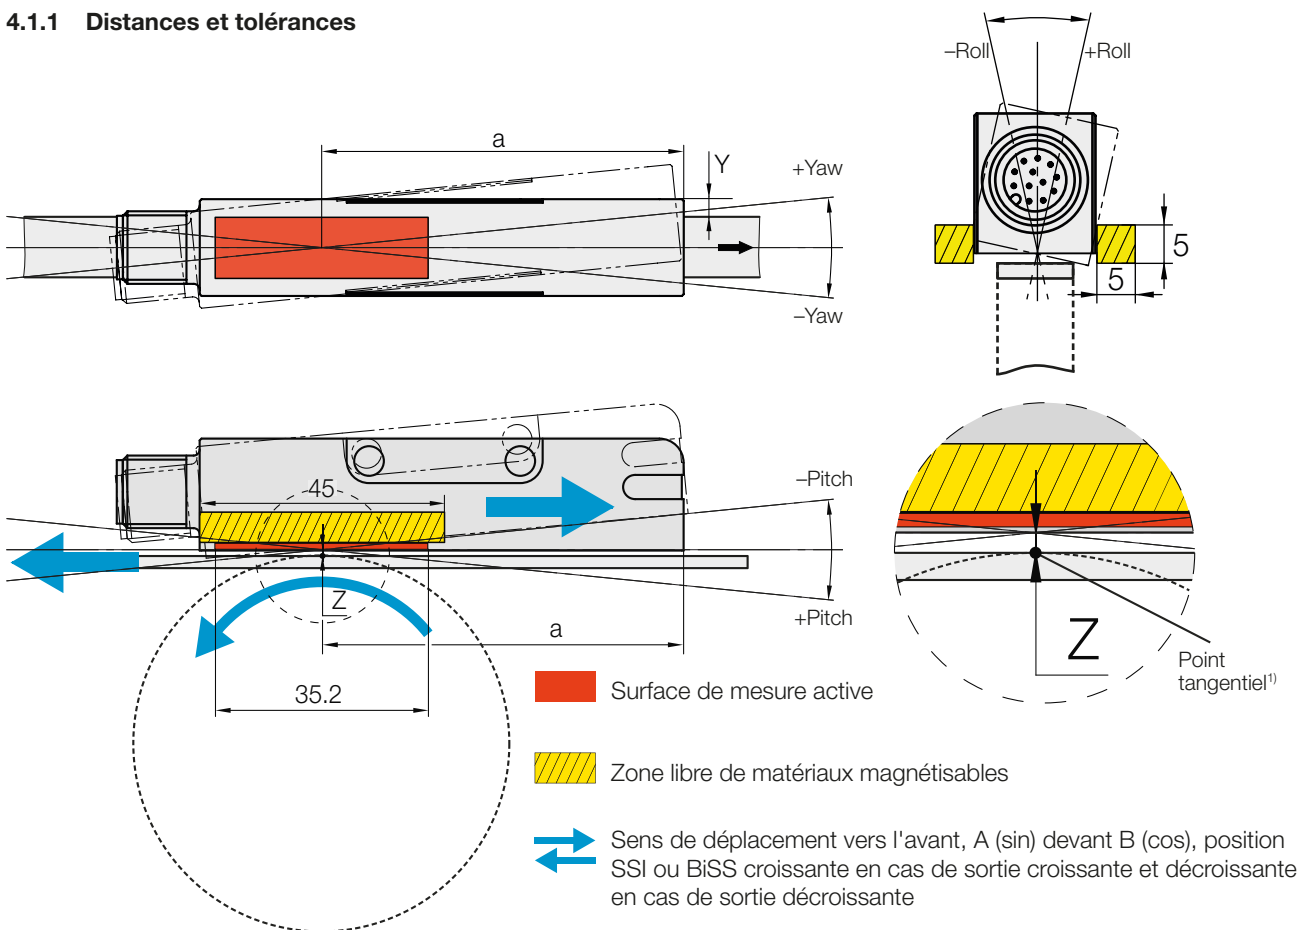
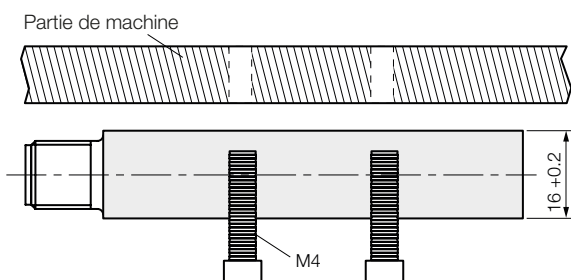
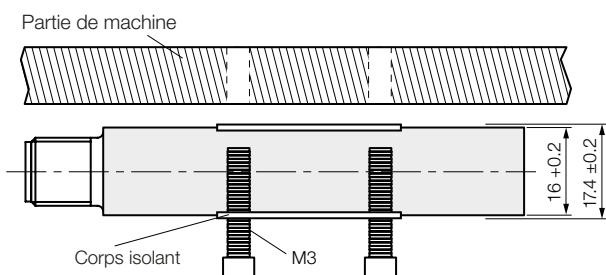

Fig. 4-1 : Distances et tolérances
Fig. 4-4 : Montage de la tête de capteur (sans corps isolant)
Fig. 4-5 : Montage de la tête de capteur avec corps isolant
3. Fixer la tête de capteur en tenant compte des distances et des tolérances (voir Fig. 4-1) avec son côté droit ou son côté gauche sur la partie de la machine (voir Fig. 4-4 ou Fig. 4-5).